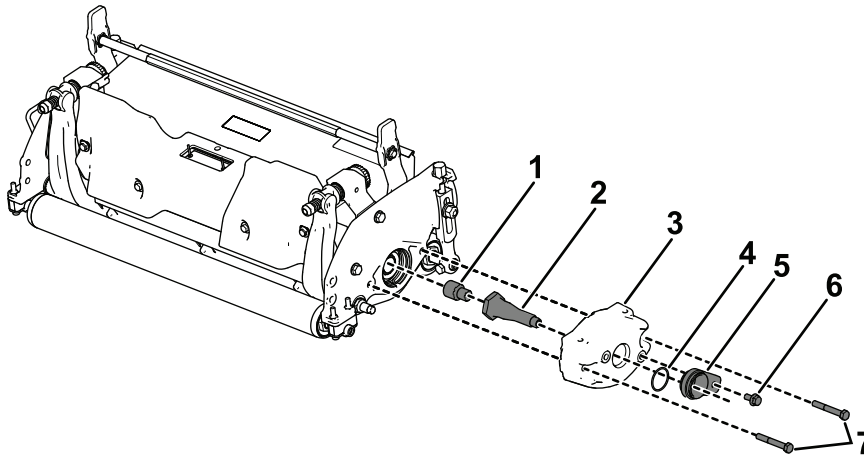

Figura 9
1. Aplique compuesto fijador de roscas en las roscas internas del eje de transmisión. Apriete el adaptador en el eje de transmisión a entre 129 y 142 N·m (Figura 9).
6. Instale el peso que se retiró anteriormente con los 2 pernos correspondientes (5/16" x 2¼"); consulte la Figura 9.
7. Instale la junta tórica y la carcasa del adaptador en el peso. Fíjelo con el perno (5/16" x 5/8"); consulte la Figura 9.
6. Instale el peso que se retiró anteriormente con los 2 pernos correspondientes ($\frac{5}{16}$ " x $2\frac{1}{4}$ "); consulte la Figura 9.
7. Instale la junta tórica y la carcasa del adaptador en el peso. Fíjelo con el perno ($\frac{5}{16}$ " x $\frac{5}{8}$ "); consulte la Figura 9.